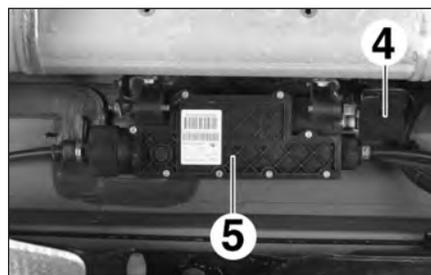

FIG.32
- Déposer le cache (4) du boîtier de commande du frein de stationnement (5) (Fig.32).